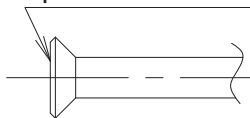

Fig. 13
- Ao fazer uma conexão cônica, cubra a superfície interna afunilada apenas com óleo éter ou óleo de éster. **(Consulte a Fig. 13)**